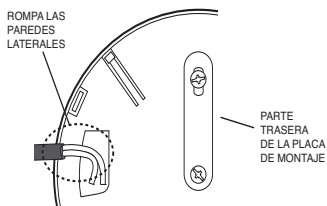

Figura 10a
3. Si usted lleva el cableado por la superficie, rompa las dos muescas (véase la Figura 10a).